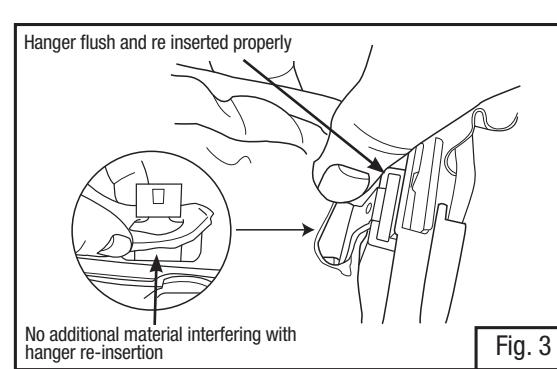

Fig. 3
**REMARQUE :** Consulter les *directives d'utilisation* des pièces faciales 9100 MP pour connaître la marche à suivre relative à l'insertion des brides de suspension. Il est important que le matériel excédentaire se trouvant dans la partie supérieure de la boutonnière n'interfère pas avec la bride de suspension, de sorte qu'on puisse réinsérer cette dernière dans sa boutonnière. Voir la Fig. 3. S'il y a interférence, retirer la bride de la pièce faciale, retirer le matériel excédentaire et insérer de nouveau la bride dans la boutonnière, en prenant soin que le matériel excédentaire ne se coince pas entre la bride et la boutonnière. La bride doit être entièrement rentrée dans sa boutonnière, à égalité avec le plastique environnant, et ajustée de manière sécuritaire. La bride et la bande de toile aident à procurer une protection contre les chocs sur le dessus de la tête et doivent donc être réinstallées correctement.